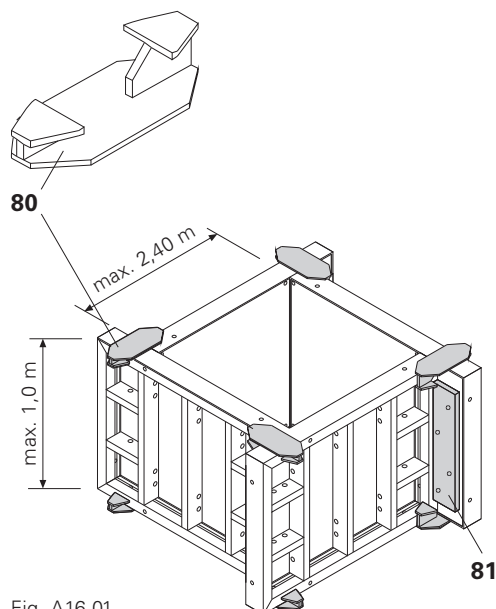

Fig. A16.01
La tavola (81) deve essere inchiodata. (Fig. A16.01)